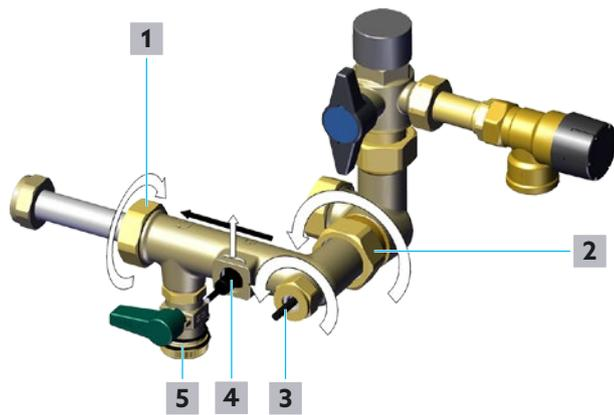

Fig. 32: Nettoyage de la turbine de mesure
- 7** Desserrer l'agrafe du capteur de débit (position **4** sur la Fig. 32 en page 50) et la mettre de côté.
- 8** Desserrer l'écrou d'accouplement du capteur de température - Eau potable froide/bouclage d'E.C.S. S3 (position **3** sur la Fig. 32 en page 50).
- 9** Retirer avec précaution le capteur de débit - Circuit E.C.S. (position **4** sur la Fig. 32 en page 50) et le capteur de température - Eau potable froide/bouclage d'E.C.S. S3 (position **3** sur la Fig. 32 en page 50) de la robinetterie.
- 11** Desserrer l'écrou d'accouplement - Aller eau potable froide (position **2** sur la Fig. 32 en page 50) à l'aide d'une clé plate de 38 mm.
- 12** Desserrer l'écrou d'accouplement - Côté échangeur de chaleur (position **1** sur la Fig. 32 en page 50) à l'aide d'une clé plate de 37 mm.
Diriger l'eau courante à travers la robinetterie dans le sens inverse du sens du débit (de la direction de la position **1** vers la direction de la position **2** sur la Fig. 32 en page 50). Un tuyau d'arrosage équipé d'une buse de pulvérisation appropriée est particulièrement adapté à cet effet.
- 4 Installer le capteur de débit - Circuit E.C.S. (position 4 sur la Fig. 32 en page 50) et le capteur de température - Eau potable froide/ bouclage d'E.C.S. S3 (position 3 sur la Fig. 32 en page 50).